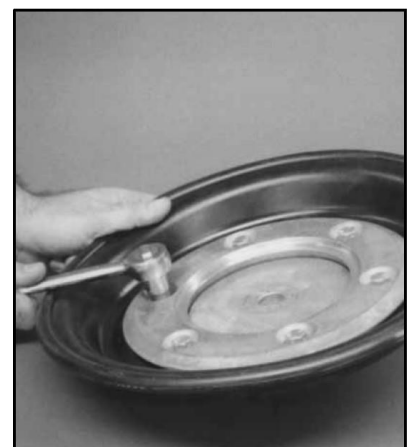

图10b
- 2) 外压板、隔膜和内压板与轴分离，轴仍连接在对侧的隔膜组件上（见图10b）。请重复拆解步骤拆下另一侧的液室。检查隔膜组件和轴是否出现磨损、裂纹或其他损伤。如有损坏，请使用威尔顿原装零部件更换。